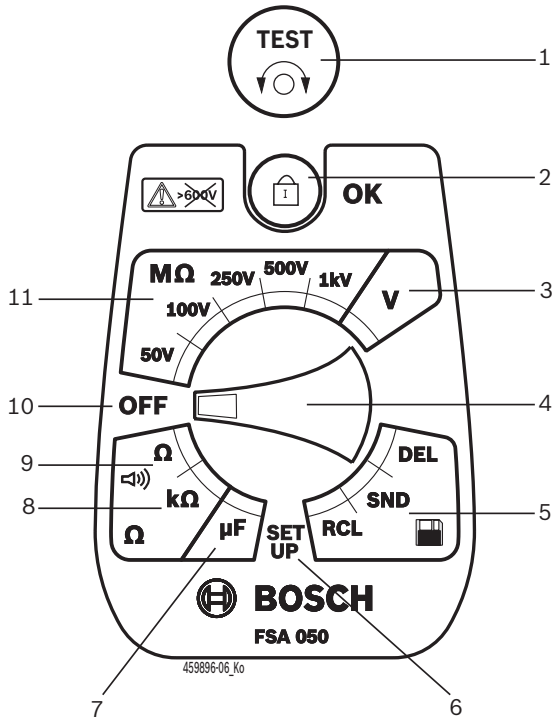

Fig. 2: Manopola/tasti
- Portare la manopola su **<SETUP>** (fig. 2, pos. 6).
- Premere **<TEST>** (fig. 2, pos. 1) per circa due secondi.
- Premere **<OK>** per memorizzare il valore desiderato (fig. 2, pos. 2).